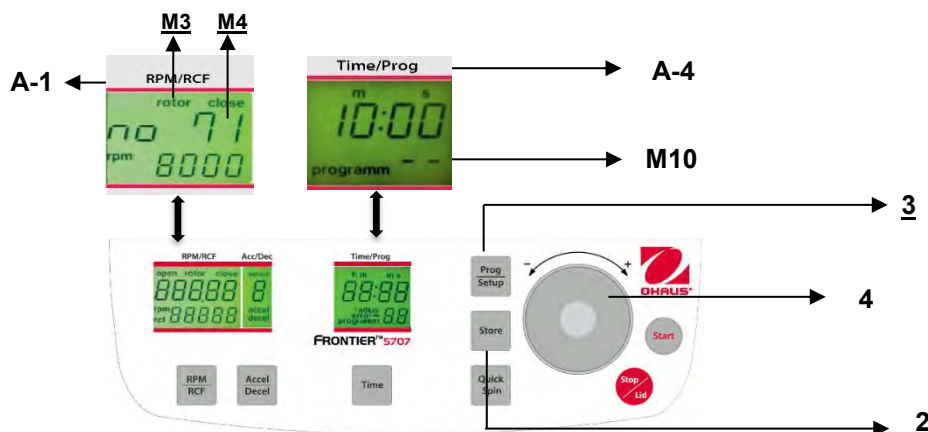

Figure. 23
Pour rappeler des programmes mémorisés, appuyer sur la touche **"Prog/Setup"** (3) (voir la figure 23) alors que le couvercle est déjà fermé. Sur l'affichage **"Time/Prog"** (A-4), le mot **"programm -"** (M10) apparaît. Le numéro de programme désiré peut être présélectionné avec le cadran de réglage (4). Sur les affichages respectifs, les valeurs mémorisées de ce programme apparaîtront.
Pour quitter le mode de programmation, appuyer simplement sur la touche **"Prog/Setup"** (3) (voir la figure 23). Sur l'affichage **"Time/Prog"** (A-4), le mot **"programm"** (M10) apparaîtra.